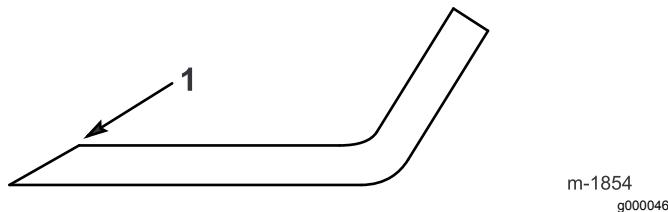

Figura 38
1. Affilate i taglienti da entrambe le estremità di ogni lama con una lima (Figura 38). Rispettate l'angolazione originale. La lama rimane bilanciata soltanto se rimuovete una quantità uguale di materiale da entrambi i taglienti.